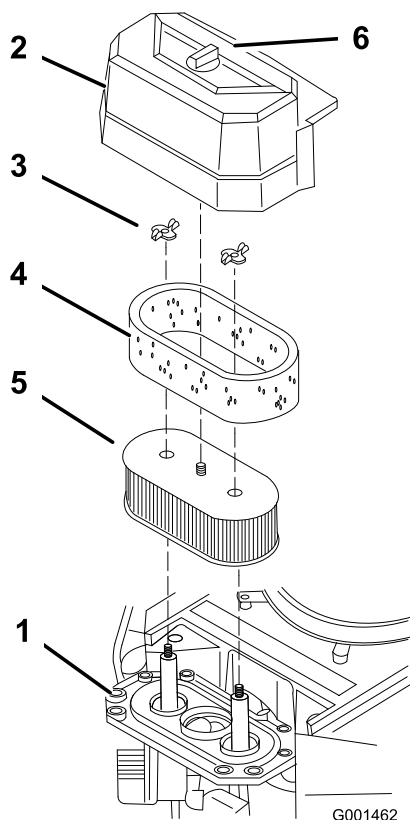

Figura 32
3. Pulite l'area intorno al filtro dell'aria per evitare che la muffa possa penetrare nel motore provocando gravi danni (Figura 32).
4. Svitare la manopola del coperchio e togliete il coperchio del filtro dell'aria (Figura 32);
5. Togliete i 2 dadi ad alette ed estraete il filtro dell'aria completo (Figura 32).
6. Togliete con cautela l'elemento in schiuma sintetica dall'elemento di carta (Figura 32).
Non pulite il filtro di carta. Sostituitelo dopo 200 ore di servizio (Figura 32). Controllate che l'elemento non sia strappato, non presenti strati untuosi, e che la tenuta in gomma non sia danneggiata.
1. Infilate con cautela l'elemento in schiuma sintetica sopra l'elemento di carta del filtro dell'aria (Figura 32).
2. Montate il filtro dell'aria completo sulla relativa base, e fissatelo con i 2 dadi ad alette (Figura 32).
3. Montate il coperchio del filtro dell'aria e serrate la manopola del coperchio (Figura 32).